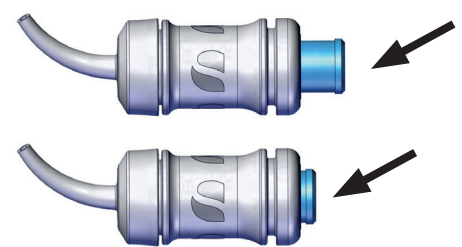

Fig. 4
- ⇒ Abra a tampa do aparelho (3).
- ⇒ Ative a cápsula pressionando o êmbolo (Fig. 4).
- ⇒ Insira a cápsula no suporte de cápsulas (2).
- ⇒ Pressione a tecla Iniciar (1).